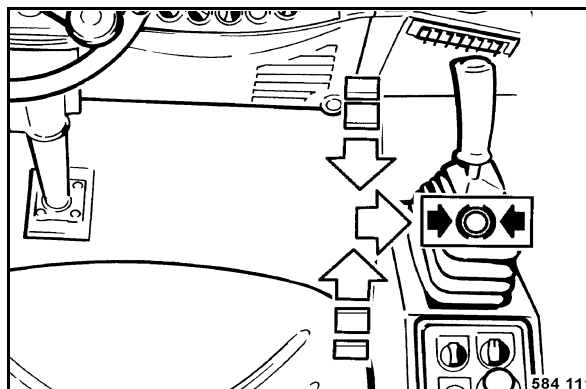

Fig. 58
- Ramener lentement le levier de commande de marche (Fig. 58) sur position neutre puis l'engranger vers la droite sur position de freinage.